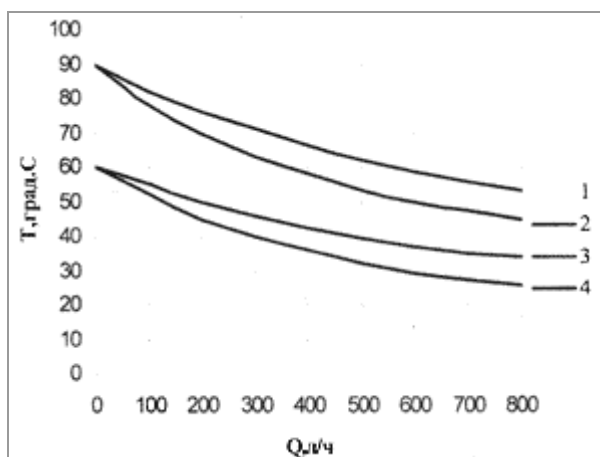

рис. 2
*** При других условиях, значения основных параметров могут изменяться, см. диаграмму рис.2, 3.